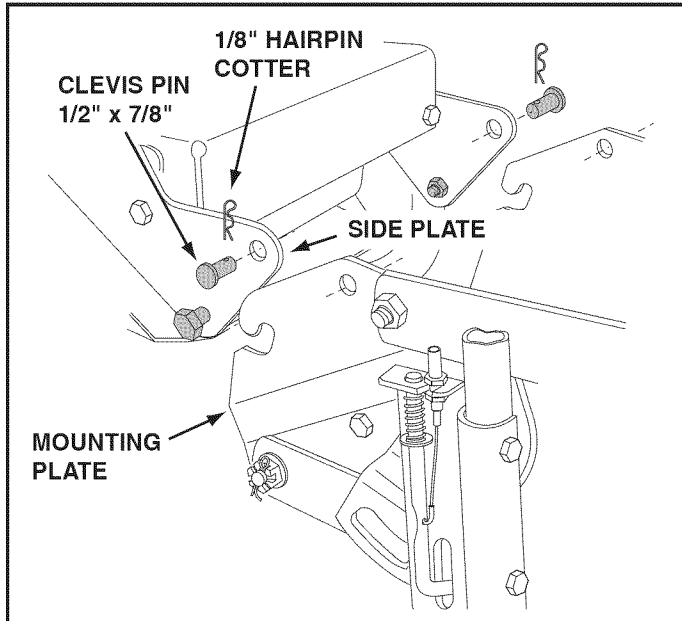

FIGURE 54 RIGHT SIDE VIEW
STEP 55: (SEE FIGURE 54)
STEP 58: (REFER BACK TO FIGURE 54 ON PAGE 24)